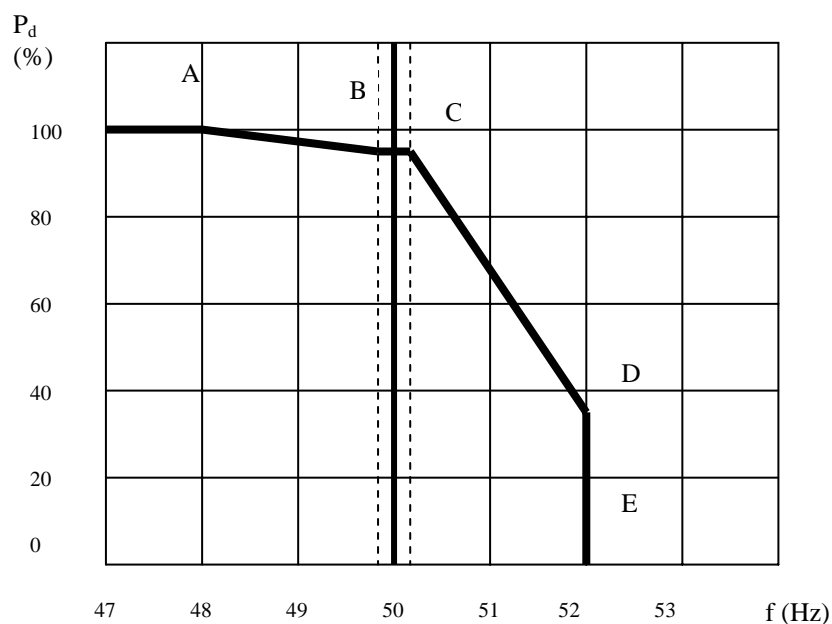

Figura 2: Variația puterii CE funcție de frecvență
(3) Din momentul restabilirii tensiunii rețelei electrice în limitele normale de funcționare, CE trebuie să producă întreaga putere activă disponibilă în cel mai scurt timp posibil, cu un gradient de variație a sarcinii de cel puțin 20 % din puterea instalată pe secunda (MW / sec).
- e) (1) CE va fi prevăzută cu un sistem de reglaj automat al puterii active în funcție de valoarea frecvenței (reglaj automat f/P). Acesta va acționa conform unei curbe de răspuns frecvență/putere activă exemplificată în figura 2, unde  $P_d$  reprezintă puterea activă disponibilă. Coordonatele punctelor A, B, C, D și E depind de valoarea frecvenței, a puterii active pe care o poate produce centrala și de valoarea de consemn la care este limitată puterea activă, în intervalele: A (50-47 Hz), B (50-47 Hz), C (50-52 Hz), DE (50-52 Hz). Poziția punctelor se setează conform dispozițiilor Î.S. Moldelectrica.
(2) Modificarea puterii active generate datorită variațiilor de frecvență va fi realizată, pe cât posibil, prin modificarea proporțională a puterii active generate de fiecare grup generator a CE, nu prin pornirea și oprirea de grupuri generatoare. Viteza de răspuns a fiecărui grup generator a CE aflată în funcțiune trebuie să fie cel puțin 60% din puterea nominală pe minut (MW/min).
(3) Dacă valoarea frecvenței ajunge la o valoare mai mare decât cea corespunzătoare segmentului „D – E” pe curba caracteristică prezentată în figura 2, se admite ca CE să fie deconectată. Oricare grup generator a CE care a fost deconectat va fi repus în funcțiune imediat ce este posibil din punct de vedere tehnic.
- g) (1) În funcționare normală, CE trebuie să aibă capacitatea :
- b) de a reduce, la dispoziția dispecerului Î.S. Moldelectrica, puterea activă produsă la valoarea solicitată (inclusiv oprire) respectând viteza de variație (încărcare/descărcare) stabilită. Viteza de variație a puterii trebuie să fie respectată atât în cazul variației naturale de putere (variația intensității iradierii solare), cât și pentru variațiile consemnului de putere. Prevederile de mai sus nu se referă la opririle neașteptate.(2) Valoarea vitezei de variație a puterii trebuie să poată fi setată într-o gamă cuprinsă între 10% din puterea instalată pe minut și viteza maximă admisibilă, dată de fabricant.
- h) (1) CE trebuie să instaleze sisteme de protecții care să asigure declanșarea de la sistem în cazul pierderii stabilității.
- i) (1) CE va fi dotată cu sisteme de automatizare destinate reducerii rapide a puterii, chiar până la oprire.
- j) (1) Producătorul este responsabil pentru protejarea grupurilor generatoare ale CE și a instalațiilor auxiliare ale acestora contra pagubelor ce pot fi provocate de defecte în instalațiile proprii sau de impactul rețelei electrice asupra acestora la acționarea protecțiilor de deconectare a CE sau la incidentele din rețea (scurtcircuite cu și fără punere la pământ, acționări ale protecțiilor în rețea, supratensiuni tranzitorii, etc.) cât și în cazul apariției unor condiții excepționale / anormale de funcționare. Reglajele protecțiilor la interfața CE – SEN se stabilesc de către Î.S. Moldelectrica prin dispoziții scrise.
- k) (1) La valori ale tensiunii în punctul de racordare situate în banda admisibilă de tensiune, puterea reactivă produsă/absorbită de o CE trebuie să poată fi reglată continuu corespunzător unui factor de putere situat cel puțin în gama 0,95 capacitiv și 0,95 inductiv.